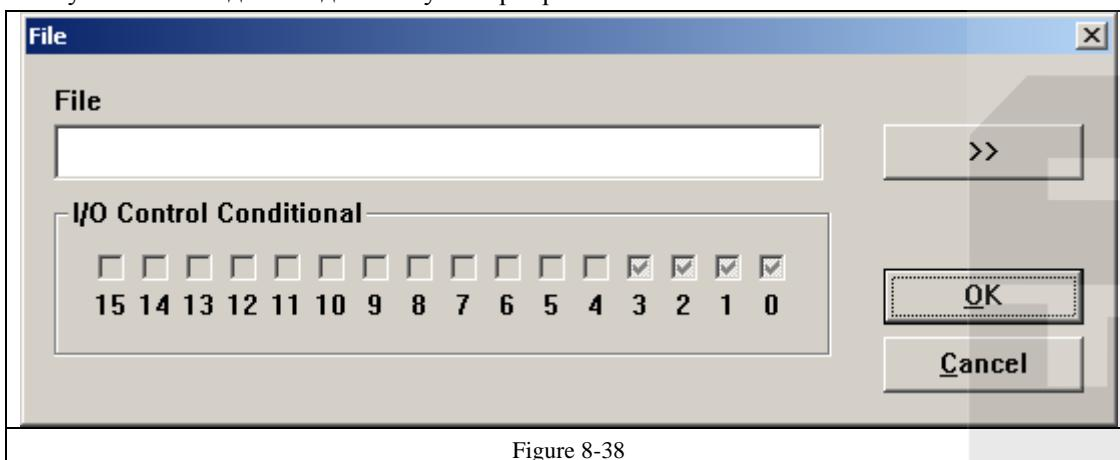
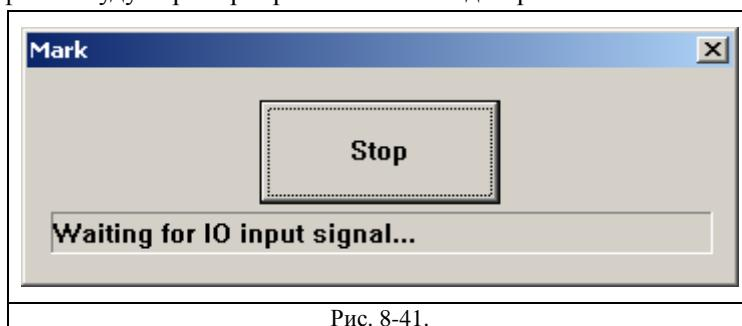

Figure 8-38
Рис. 8-41.
**Add (добавить):** добавление файлов .ezd. После нажатия кнопки «add» появляется окно диалога, показанное на Рис. 8-38. При установке для файлов условного управления вводом/выводом производится автоматическая маркировка файлов при поступлении на плату сигнала ввода/вывода в статусе маркировки.
Если приемлемый для программы сигнал должен быть импульсным, необходимо установить порт ввода/вывода (IO), не показанный на Рис. 8-38, в сигналах IO запуска маркировки. Например, порт 0-3, показанный на Рис. 8-38, должен быть изменен установкой другого порта в условиях IO начала маркировки, а именно: порта 6. Нажмите «маркировку», появится окно, Рис. 8-41. В случае одновременного принятия платой сигнала ввода/вывода (IO) начала маркировки и установленных условий управления вводом/выводом (IO) файлы будут промаркованы только один раз.